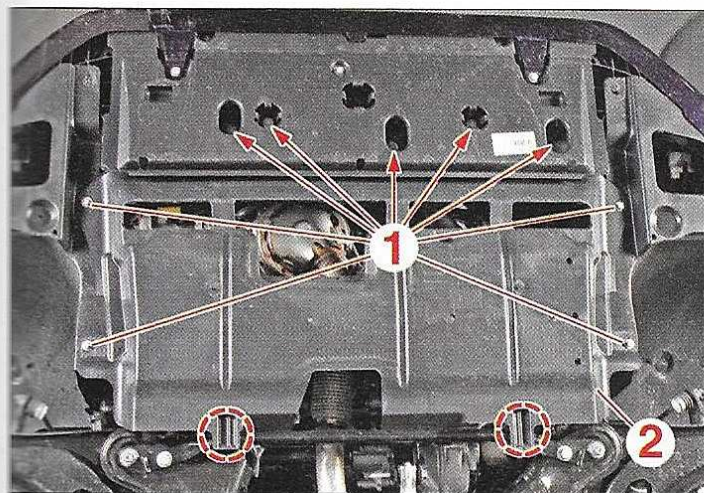

FIG.1
- Selon équipement, déposer les vis (1) (Fig.1).